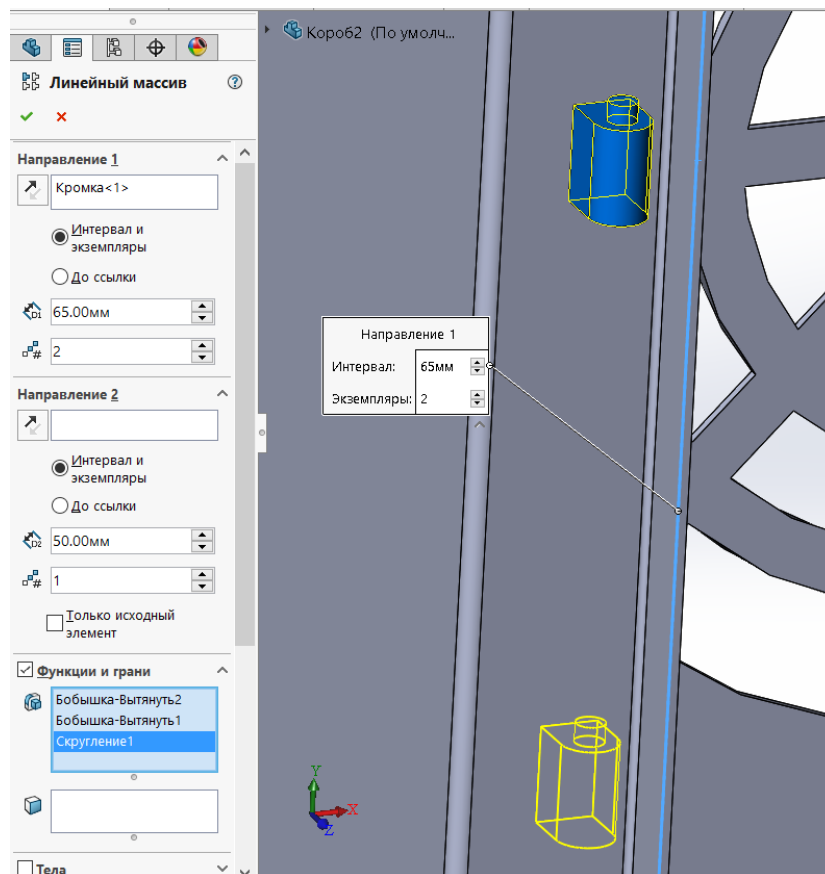

Рисунок 23 – создание массива петли на блоке
27. В пункте **«Направление 1»** выделить ребро. В поле **«Выбор элементов для массива»** выбрать созданное крепление (рис. 23).